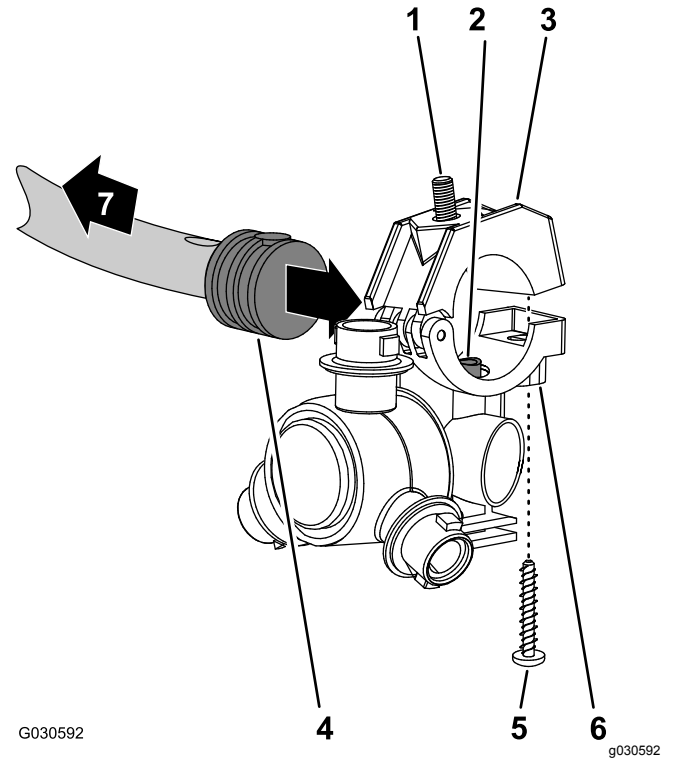
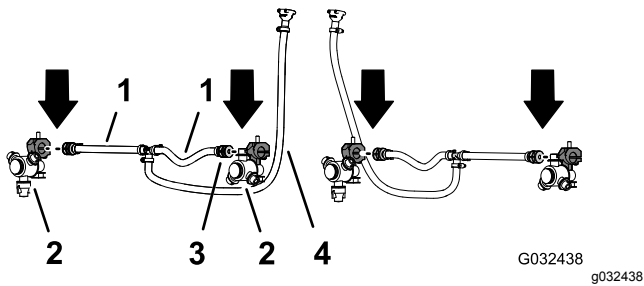

図 57
図 58
2. ジョイントスプレーシステム仕上げキットに入っているノズル本の、クランプの上半分をサドルに固定しているステンレスねじを外す 図 57。
3. センターブームスプレーバルブ5または6用のホースアセンブリ 25cm の端部についている片側バーブ付きホースシャックの側面にある穴を探し出す 図 57 と 図 58。
4. ノズルのサドルに付いているトランスファチューブ 図 57 を、片側バーブ付きホースシャック $\frac{1}{2}$ "の穴に合わせる。
5. バーブ付きホースシャックにホースクランプの上半分をセットし、クランプとノズルボディ 図 57 を、ステンレスねじ#12 x 1 $\frac{1}{4}$ "で固定し、14-18 N·m 0.25-0.3 kg·m = 20-25 in·lb にトルク締めする。
6. ステップ 1 と 2 スプレーヤのノズルを取り外す (ページ 26) で外したノズル、六角ボルト、ステンレスねじを使って、ステップ 3-5 を、もう一方のホース 25 cm の片側バーブ付きホースシャック 図 57 と 図 58 に対しても行う。
7. ステップ 4 スプレーヤのノズルを取り外す (ページ 26) で外した2つのノズルについて、もう一方のホースアセンブリスプレーバルブ5または6の片側バーブ付きホースシャックに対してステップ 3-5 を、行う 図 57 と 図 58 。